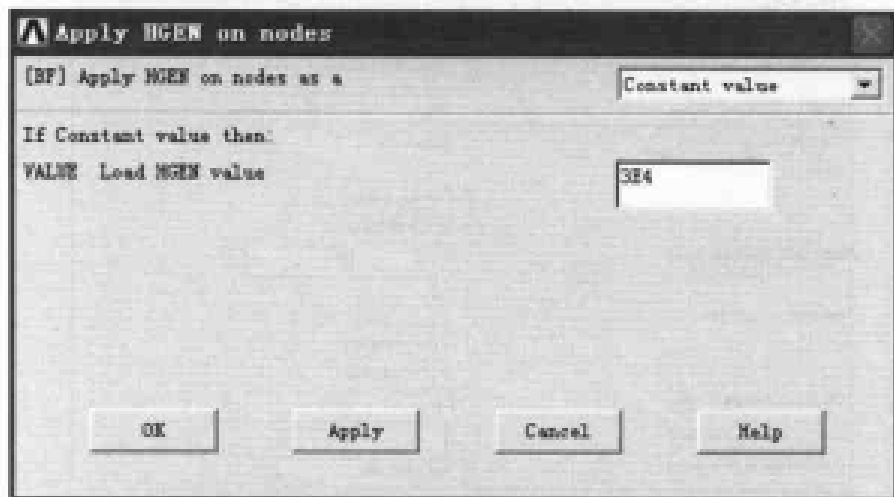

图 10-48 施加生热率载荷对话框
(3) 选择 Main Menu | Solution | Define Loads | Apply | Thermal | Temperature | Uniform Temp 命令, 出现 Uniform Temperature 对话框, 在文本框中输入 68, 单击 OK 按钮关闭该对话框。
(4) 选择 Main Menu | Solution | Define Loads | Apply | Thermal | Temperature | On Nodes 命令, 出现 Apply TEMP on Nodes 菜单, 在文本框中输入 1, 单击 OK 按钮, 出现 Apply TEMP on Nodes 对话框, 在 Lab2 DOFs to be constrained 列表框中选择 TEMP 选项, 在文本框中输入 32, 单击 OK 按钮关闭该对话框。
(5) 选择 Main Menu | Solution | Define Loads | Apply | Thermal | Heat Generat | On Nodes 命令, 出现 Apply HGEN on Nodes 菜单, 单击 pick all 按钮, 出现 Apply HGEN on nodes 对话框, 在文本框中输入 3E4, 如图 10-48 所示, 单击 OK 按钮关闭该对话框。